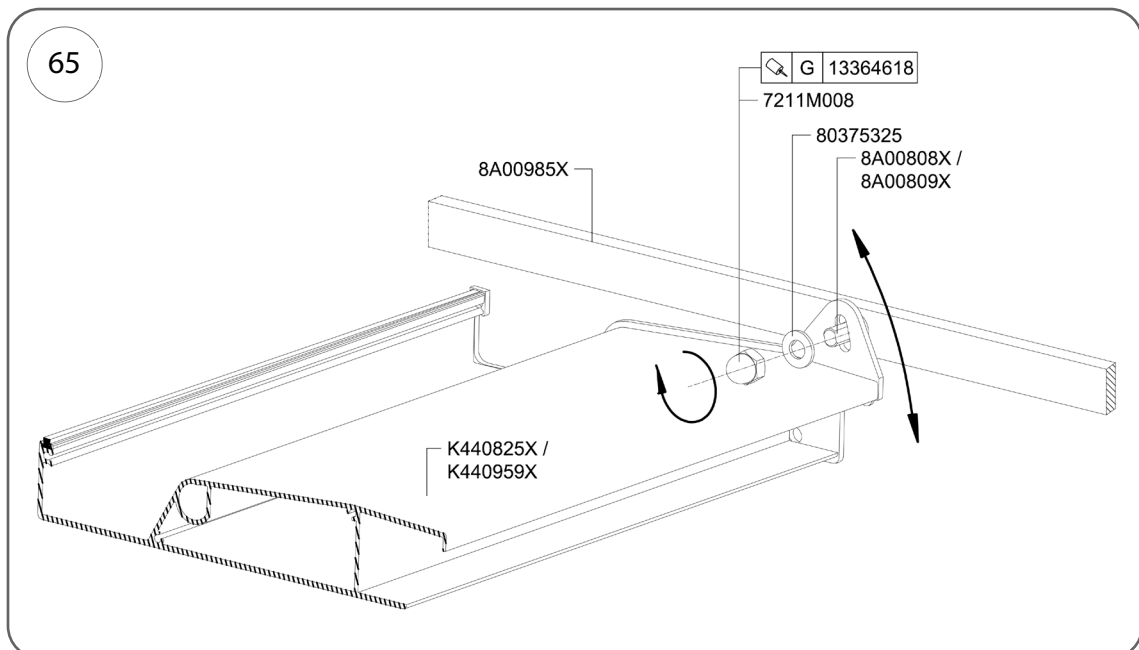

Fig. 65
4. En position de fermeture, vérifiez que les profilés des lames sont en contact les uns avec les autres. Corrigez toute irrégularité du toit à l'aide du système de réglage illustré à la fig. 65. Une fois le toit positionné, bloquez les lames en serrant l'écrou de blocage (réf. 7211M008). Appliquez du produit d'étanchéité pour filetage (réf. 13364618) sur le filetage.